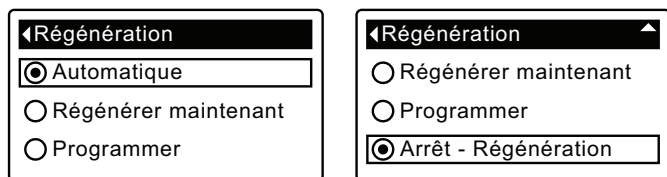
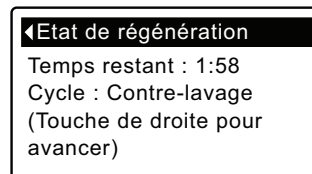

FIG. 33
FIG. 34
3. Appuyez sur le SÉLECTEUR (O) pour afficher le menu de régénération (cf. Figure 33).
4. Si le cercle à gauche de l'option souhaitée a déjà un point (cf. Figure 33), passez à l'étape 5. Sinon, appuyez sur le bouton BAS (▼) ou HAUT (▲) pour passer à l'option souhaitée, puis sur le SÉLECTEUR (O) pour valider votre choix.
- **Régénérer maintenant** démarre aussitôt une régénération si vous appuyez sur le SÉLECTEUR (O) à l'étape 5.
5. Appuyez sur le SÉLECTEUR (O) : Si vous avez choisi **Régénérer maintenant**, l'afficheur passe immédiatement à l'écran d'état de la régénération (cf. Figure 34).